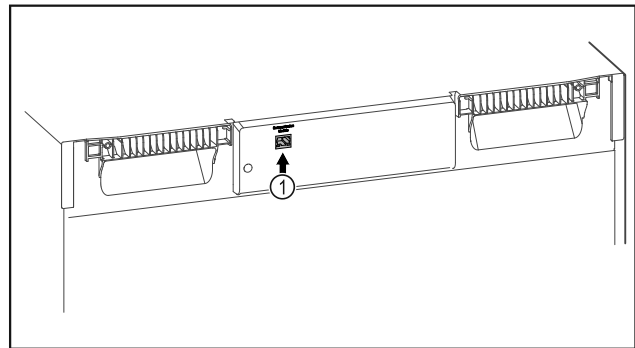

Fig. 97
- Το SmartModule Fig. 97 (1) χρησιμοποιείται.